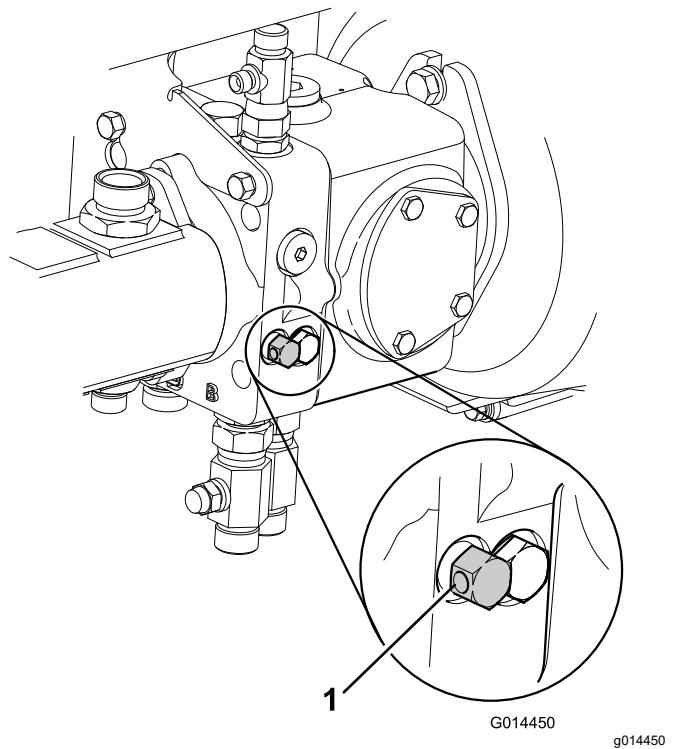

Figura 53
7. Deshabilite el sistema de frenado de servicio hidráulico girando la válvula de desvío, situada debajo de la bomba de la transmisión, un máximo de tres giros en sentido antihorario (Figura 53).